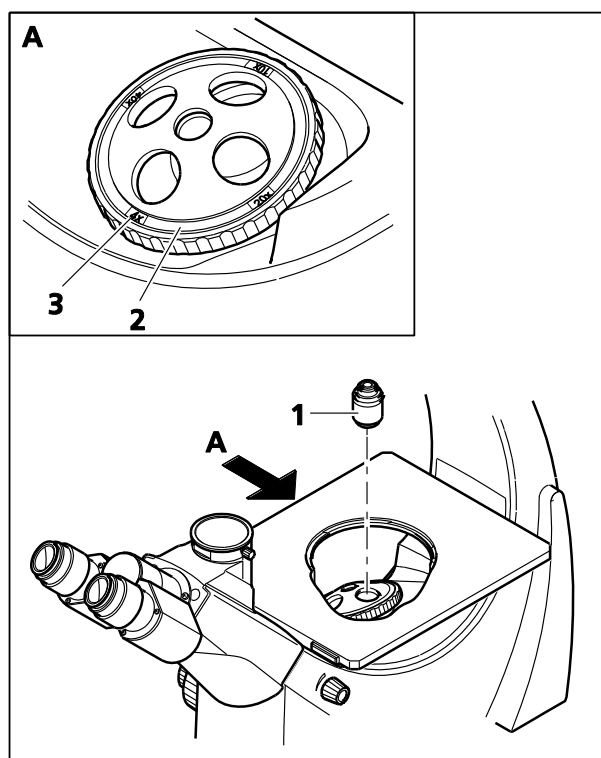

Fig. 3 Vissage des objectifs
- Retirer les capuchons anti-poussière (Fig. 3/2) des orifices de la tourelle porte-objectifs.
- Visser les objectifs (Fig. 3/1) dans l'ordre croissant dans les trous de positionnement jusqu'à la butée.
- Affixer les autocollants fournis (Fig. 3/3) indiquant le grossissement de l'objectif, aux positions correspondantes de la tourelle porte-objectifs.
Affixer les autocollants de manière à pouvoir lire sur le côté gauche (Fig. 3/3) le grossissement de l'objectif qui vient d'être positionné dans le trajet lumineux.